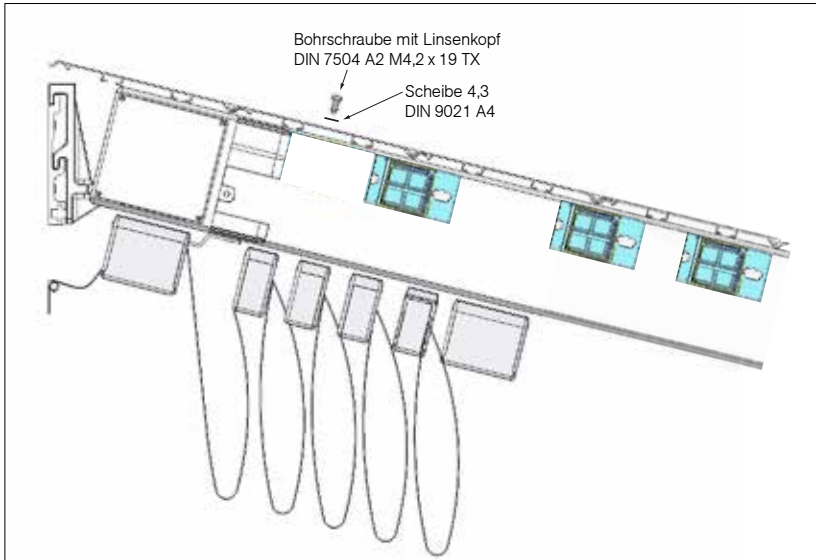

Abb. 40
- » Bei drei oder mehr Dachprofilen sollten die inneren Trägerprofile immer am Stoß montiert werden. Das äußerste Trägerprofil kann vorne als Abschluss montiert werden (Abb. 40).
- » Profile auf Führungsprofile legen und mit Bohrschraube M4,2x19 TX und Scheibe 4,3 befestigen (Abb. 40 und 41).